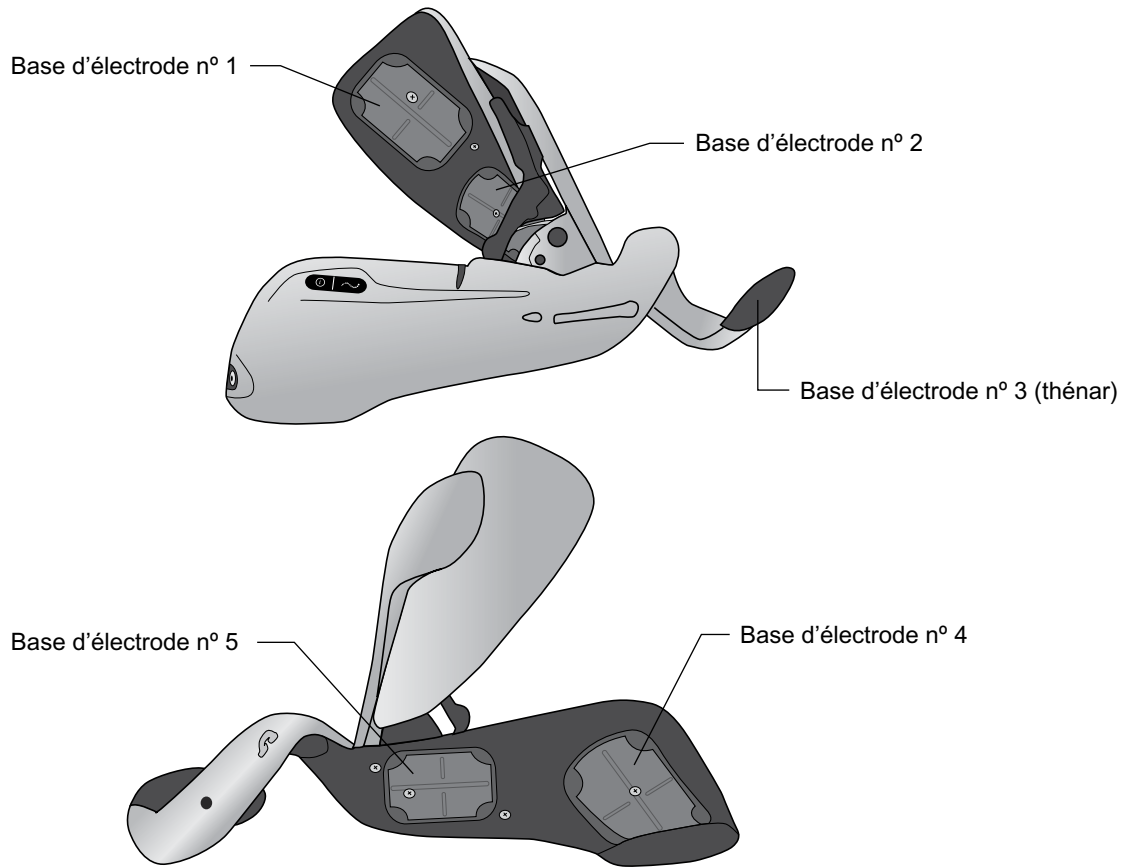

Figure 6-19 : Bases d'électrodes n° 1-n° 5
4. Repérez les bases d'électrodes correspondant aux électrodes en tissu. Reportez-vous à la Figure 6-19.